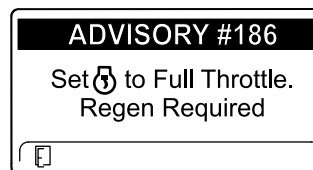

Figure 50
**Remarque:** Si l'InfoCenter affiche l'AVIS N° 186 (Figure 50), réglez le moteur au régime maximum (ralenti accéléré) pour que la régénération commandée puisse se poursuivre.